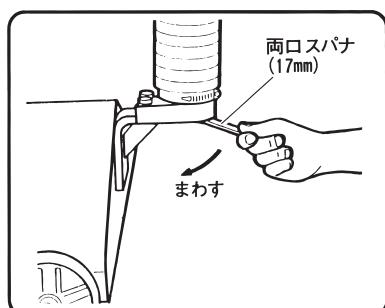

図 21
- (2) (1)の操作でヘッドが上昇しない場合は、図21のように昇降ネジの下側に付属の両口スパナ（17mm）を掛け、矢印の方向にまわしてください。